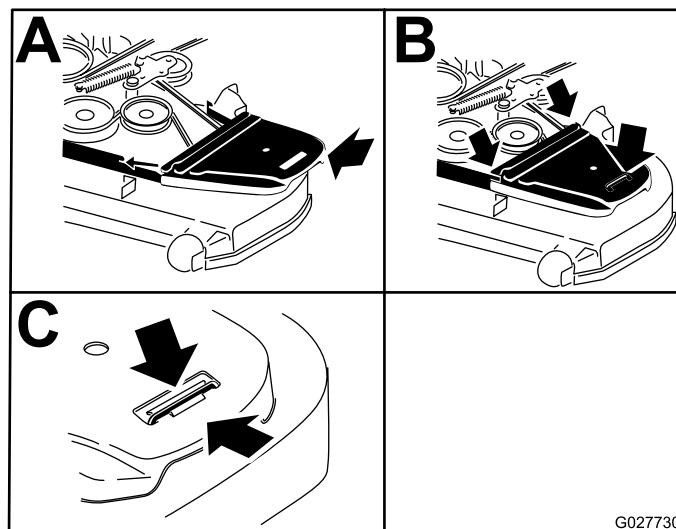

Figura 62
14. Instale las cubiertas de la correa (Figura 62).